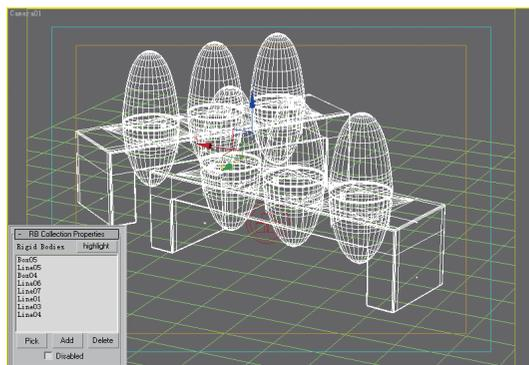

图9-44 添加刚体
**07** 选中刚体收集器, 在视图中选中图9-44所示的几个物体, 将它们作为刚体处理。